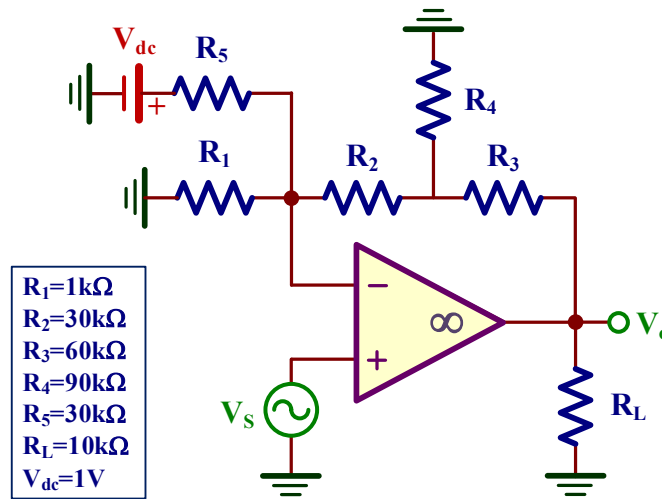

Figura II.3. Amplificador no inversor.
D) En la figura II.3 se presenta el esquema de un amplificador que tiene dos tipos de señales de entrada: Alterna (V_s) y continua (V_{dc}). Editar el esquemático con LTspice y obtener mediante simulación la ganancia del amplificador $A_v=V_o/V_s$ y la tensión offset (DC) de salida.